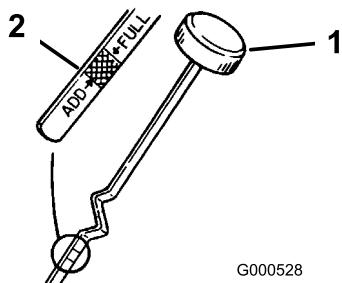

Figure 34
- Retirez la jauge d'huile et essuyez soigneusement son extrémité (Figure 34).